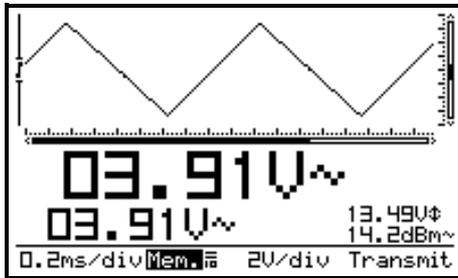

Fig 46
„Transmit“ (1) erscheint zeitlich während des Sendens vom Bestand. (Abb. 46)